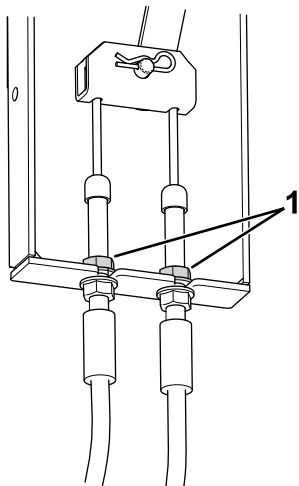

Figure 71
- Localisez le support du câble de frein (Figure 71) sous le côté gauche de la machine, près de la roue gauche.